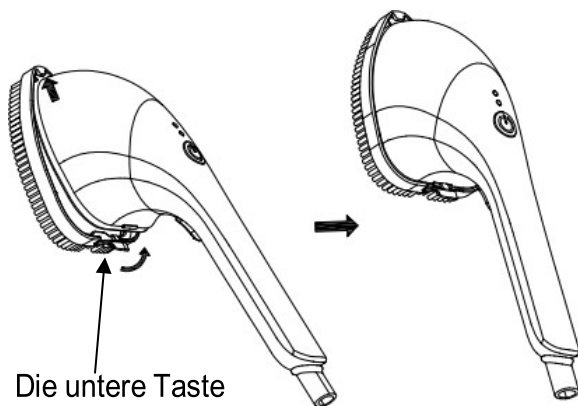

Abbildung 6
1. Setzen Sie die Bürste in das Bügeleisen gemäß der eingegebenen Richtung ein, und drücken Sie vorsichtig die untere Taste der Bürste, bis diese hörbar einrastet (siehe Abb.6).